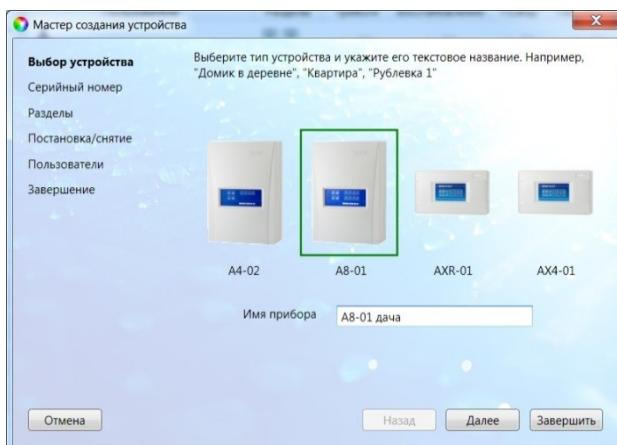

Рис. 5.9. Окно Выбор устройства
8. В следующем окне *Выбор устройства* выберите тип контроллера и задайте его имя (удобно именовать контроллер по объекту, на котором он будет использоваться, например: *A8-01 гараж*; *A8-01 дача*), см. рис. 5.9.